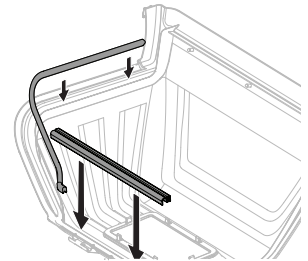

Figure 14
- S'il n'est pas déjà installé, appliquer les joints (720-05151A et 720-05152B) à la face inférieure du capot supérieur (731-12348D) comme illustré ci-dessous. Voir la Figure 14.